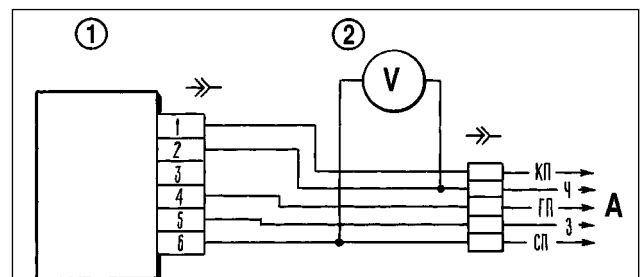

Bild 7-42. Prüfplan des Steuergerätes:
- Voltmeter mittels speziellem Übergangsstecker 2 am Steuergerät anschließen (Bild 7-42);